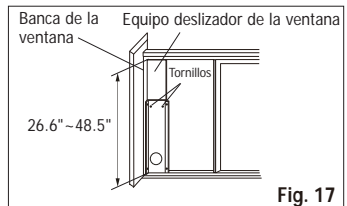

Fig. 17
2. Abra el marco de la ventana y coloque el equipo deslizador de la ventana en la banca de la ventana. (Fig. 17). Adhiera el equipo deslizador de la ventana al banco de la ventana. Ajuste el largo del equipo deslizador de la ventana de acuerdo con el ancho de la ventana. Sacar los dos tornillos en el kit deslizable de la ventana. Ver Fig. 17. Corte el equipo deslizador de la ventana ajustable si la altura de la ventana es menor que 26.6 pulgadas (Fig. 12).